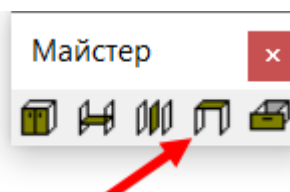

Рис. 2.6. Вибір команди для створення кришки
- 9. Створити кришку. Для створення кришки необхідно на панелі інструментів «*Майстер*» вибрати кнопку «*Створити кришку*» і клацнути лівою клавішею миші між двома панелями де потрібно створити кришку (рис. 2.6).